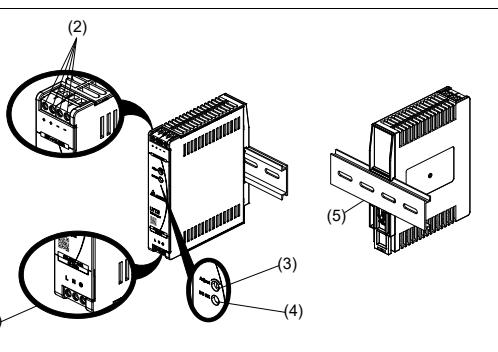
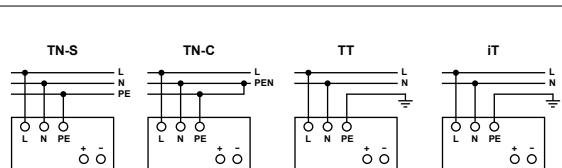

Figure 1
Figure 5
5.1. Anschluss der Eingangsklemmen (Abb. 1, Abb. 5)
5.2. Anschluss der Ausgangsklemmen (Abb. 1 (2))
Verwenden Sie die Schraubklemmen „+“ und „-“, um den 12 Vdc-, 24 Vdc- oder 48 Vdc-Anschluss herzustellen. Die grüne LED "DC OK" zeigt die korrekte Funktion des Ausgangs an (Abb. 1 (4)).
2. Device description (Fig. 1)